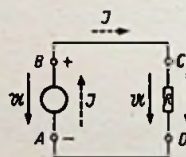
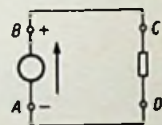

Bild 6a. Lage der Spannungs- und Stromvektoren im geschlossenen Stromkreis
Bild 6b. Falsche Angabe des Spannungsvektors am Generator
Zur Darstellung des Spannungspfeils führen folgende Überlegungen: Man denke sich einen Generator mit einem an seine Klemmen angeschalteten Verbraucher (Bild 6a). Wie eingezeichnet, sei in Punkt B der Pluspol. Man würde also zunächst es für richtig finden, den Spannungspfeil wie in Bild 6b gezeichnet einzutragen.
In Wirklichkeit muß man aber folgendermaßen vorgehen. Der Strom fließt nach der getroffenen Festlegung von + nach - (siehe Bild 6a). An R (ohmscher Widerstand) entsteht ein mit  $\mathcal{I}$  gleichphasiger Spannungsabfall. Damit ist der Spannungspfeil von C nach D gerichtet einzutragen. Die Generatorspannung muß diesem Spannungsabfall entgegengesetzt gerichtet sein. (Summe aller Spannungen in einem Stromkreis = 0.) Für den Generator ist demnach die Spannungsrichtung von B nach A einzuzeichnen (Bild 6a).
b) Leistungsverbrauch tritt ein - nach der üblichen Festlegung - wenn  $\mathcal{I}$  und  $U$  gleichphasig sind. Beim Generator dagegen sind  $\mathcal{I}$  und  $U$  gegenphasig. Auch diese Regel wird bei der Kennzeichnung nach Bild 6a eingehalten.